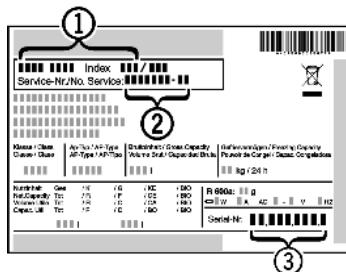

Fig. 10
- Označení přístroje Fig. 10 (1), servisní číslo Fig. 10 (2) a sériové číslo Fig. 10 (3) naleznete na typovém štítku. Identifikační typový štítek je umístěn na levé vnitřní stěně přístroje.
- Informujte zákaznický servis a sdělte poruchu, označení přístroje Fig. 10 (1), servisní číslo Fig. 10 (2) a sériové číslo Fig. 10 (3).